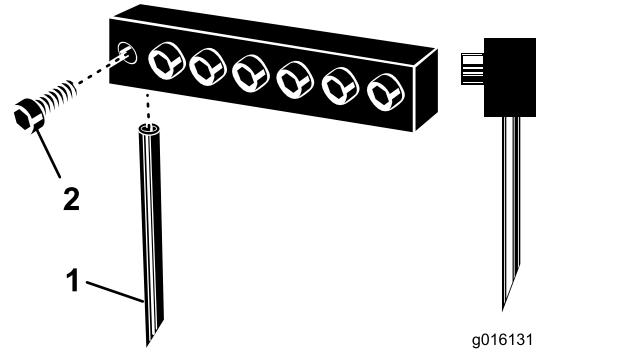

Figura 30
3. Desaperte as cavilhas de vedação e retire os dentes previamente utilizados (Figura 30).
- Nota:** Posicione os dentes ocos com a ranhura de ejeção para trás. Posicione os dentes maciços com o ângulo da ponta do dente voltado para a máquina (Figura 30).